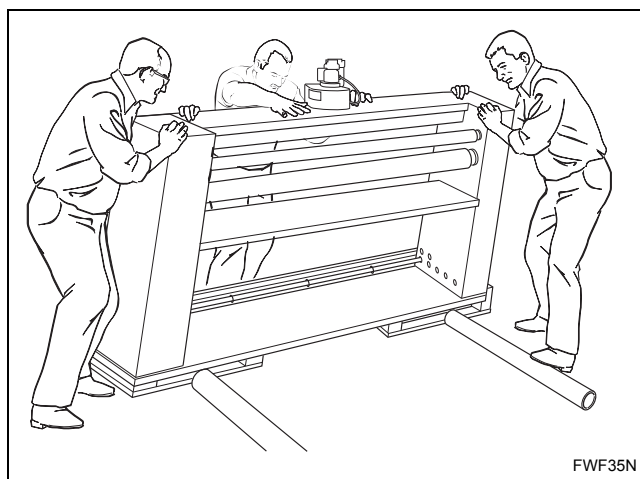

Abbildung 6
5. Zwei Rollen neben der Wäschemangel auf dem Boden positionieren. Siehe *Abbildung 6*.
7. Setzen Sie die Wäschemangel langsam von der Transportpalette ab auf die ersten beiden Rollen und achten Sie dabei darauf, das Gerät waagrecht zu halten. Siehe *Abbildung 6*.